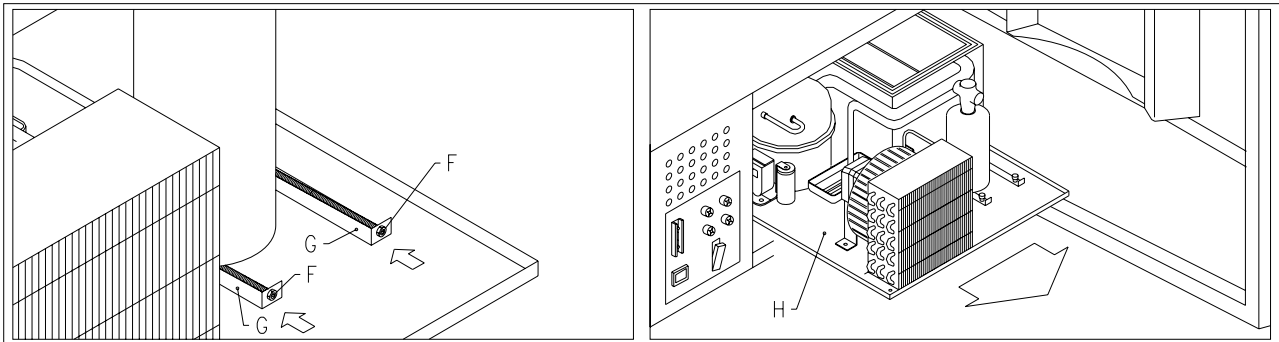

FIG. 19
- Dévisser les volants pos. F FIG. 19 qui bloquent les leviers permettant de faire baisser la boîte de l'évaporateur;
- Pousser les deux brides pos. G FIG. 19 de façon à faire baisser la boîte évaporateur;
- Maintenant il est possible d'extraire tout le groupe frigorifique pos. H FIG. 19